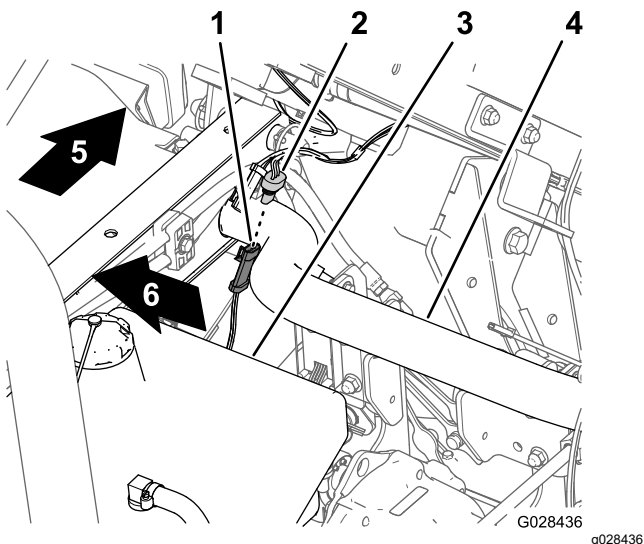

Figura 17
- Na cablagem do pulverizador, localize o conector de três tomadas para o circuito do sensor de velocidade (Figura 17).
2. Ligue o conetor de três pinos da cablagem da máquina para o sensor de velocidade ao conetor de três tomadas da cablagem do pulverizador para o sensor de velocidade (Figura 17).